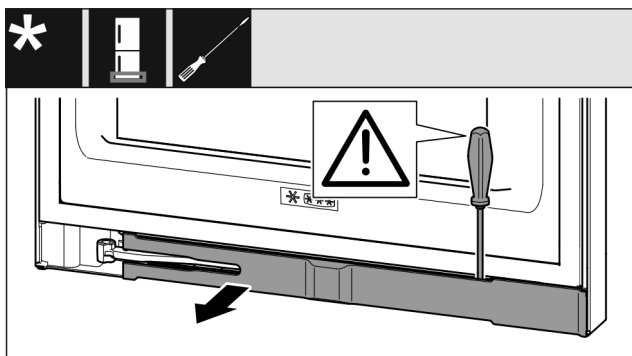

Fig. 13
- ▶ Løsn blindpladen med en flad skruetrækker, og drej den til side Fig. 13 (1).